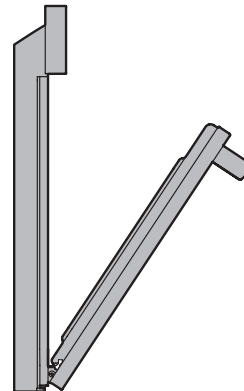

Figura 23: Desbloqueo de la bisagra de la puerta
3. Sujete la puerta por los lados y ciérrela hasta que se detenga en posición parcialmente abierta en la lengüeta de bloqueo (Figura 23).
2. Sostenga la puerta del horno en el mismo ángulo que la posición de extracción (Figura 23). Inserte con cuidado las palancas de bisagra en el marco del horno hasta que sienta que las palancas estén asentadas en las muescas de la bisagra. Los brazos de la bisagra deben estar completamente asentados en las muescas de la bisagra antes de que la puerta del horno se pueda abrir completamente.